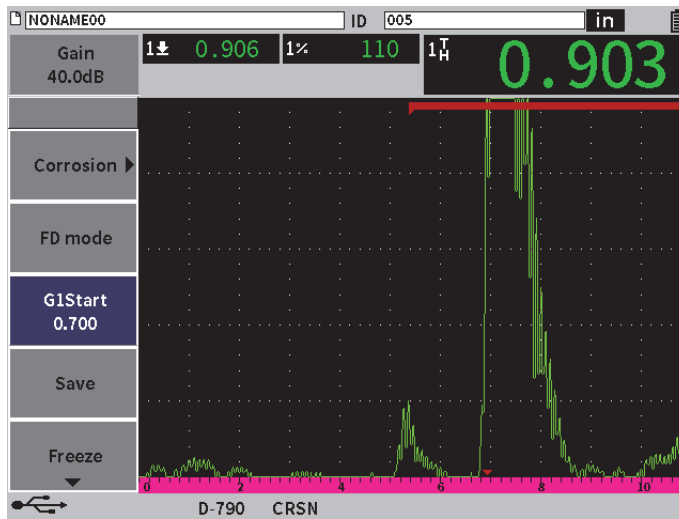

Figura 11-40 Medición correctamente ejecutada
- ◆ Seleccione el parámetro **P1Inic**, a partir del menú de barra lateral, y gire la rueda de ajuste para incrementar o reducir la posición de la puerta 1 hasta que la medición se ejecute correctamente (vea la Figura 11-40 en la página 231).